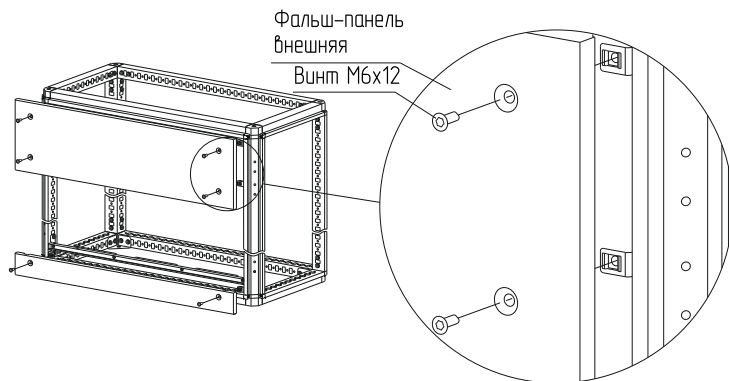

Рисунок 53
4.27.4 Закрепите фальш-панели внешние компенсующие винтами М6×12 (рисунок 53), момент затяжки – 7 Н·м.